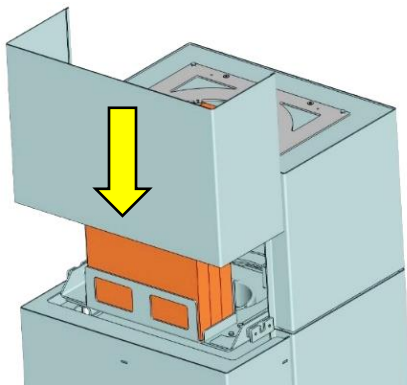

Fig. 10: Fixer le cache avant
5. Remplacez la façade avant du module d'accumulation. Insérez la façade par le haut (Fig. 10), aucune fixation par vis n'est nécessaire.